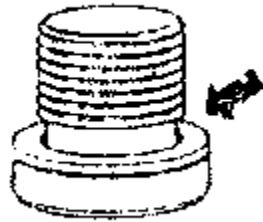

图 7-41 更换 ATF 检查螺塞的密封圈
3) 在检查螺塞上安装新的密封圈 (图 7-41 所示) 并拧紧至 $15\text{N} \cdot \text{m}$ 。